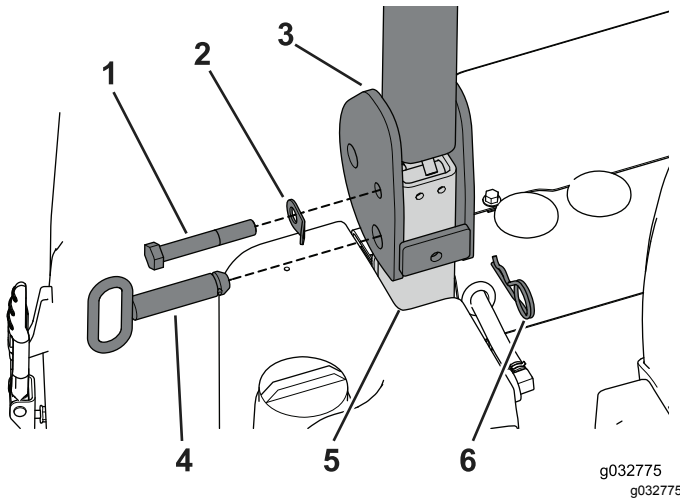

Figura 46
2. Retire os pernos de gancho e os pinos de bloqueio da articulação da barra de segurança e coloque os pernos de gancho de lado (Figura 46).